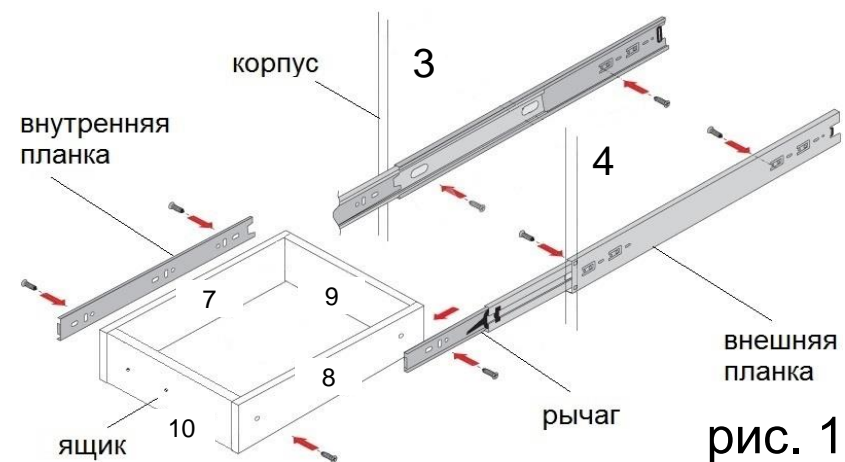

рис. 1
- Установка направляющих на корпус и ящики. Возьмите направляющую (д) и потяните до полного выдвижения. Нажмите на рычаг вниз (рис. 1) и отделите внутреннюю планку. Внешние неподвижные планки закрепите шурупами (е) к левой 3 и правой 4 стойкам тумбы в отмеченных точках. Также закрепите внутренние планки к левой 7 и правой 8 боковинам ящиков.